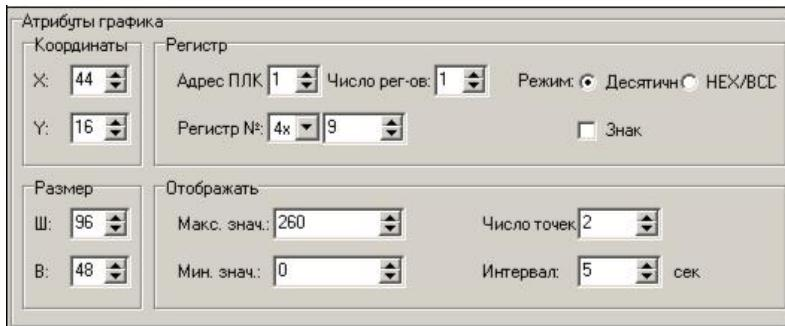

Рис. 7.13. Атрибуты графика
- 12.2 Используя элемент «График», создать поле отображения графика изменения температуры. Приемы работы с элементом описаны в п. 4.9. Значения атрибутов графика (см. рис. 7.13).